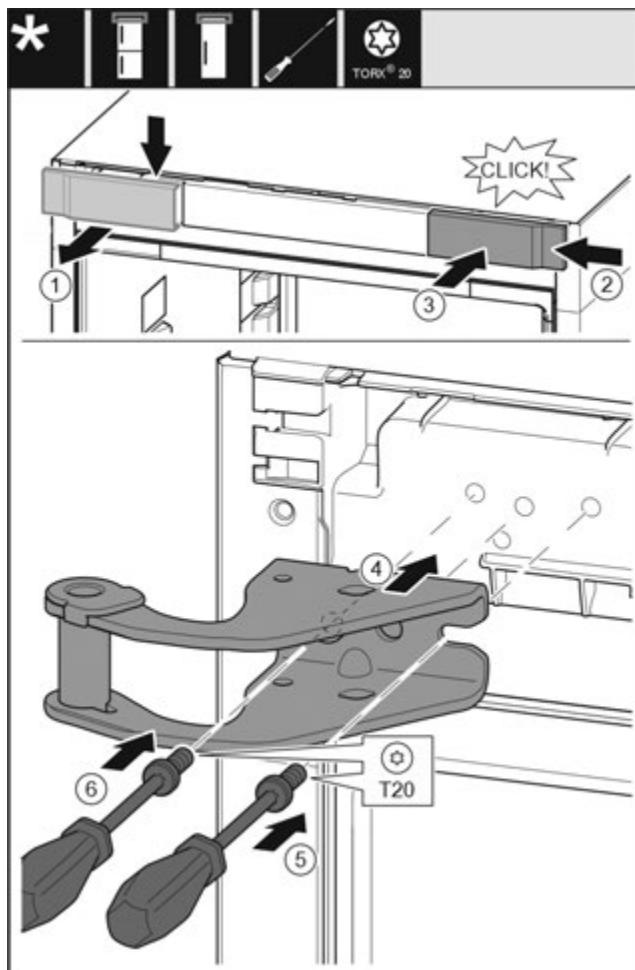

Fig. 13
- ▶ Зніміть кришку вгорі вперед. Fig. 13 (1)
- ▶ Почекіть кришку, що повернута на 180°, з іншого боку праворуч. Fig. 13 (2)
- ▶ Зафіксуйте кришку. Fig. 13 (3)
- ▶ Встановіть верхній опорний кронштейн. Fig. 13 (4)
- ▶ Встановіть та закрутіть гвинт за допомогою викрутки T20. Fig. 13 (5)
- ▶ Встановіть та закрутіть гвинт за допомогою викрутки T20. Fig. 13 (6)